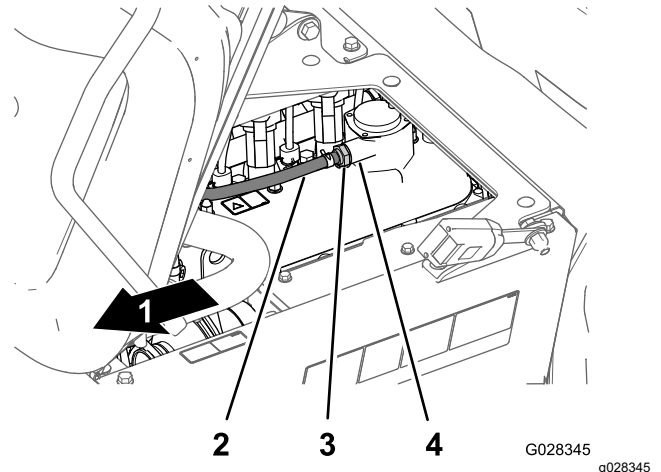

Figura 76
2. Îndepărtați supapa PCV din fittingul capacului de supapă (Figura 76).
Notă: În cazul în care restrictorul intern al supapei se mică, supapa PCV este în stare de funcționare; în cazul în care restrictorul intern nu se poate mica liber atunci când este scuturat, înlocuiți supapa PCV (Figura 76).
4. Introduceți supapa PCV până când aceasta este aezată complet în garnitura pentru fittingul capacului de supapă (Figura 76).